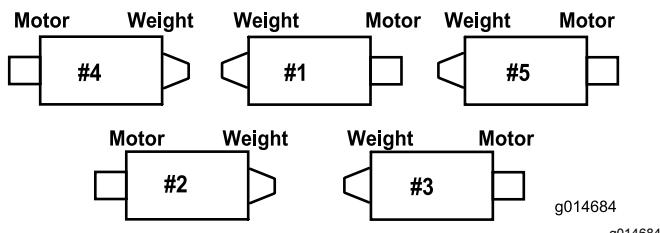
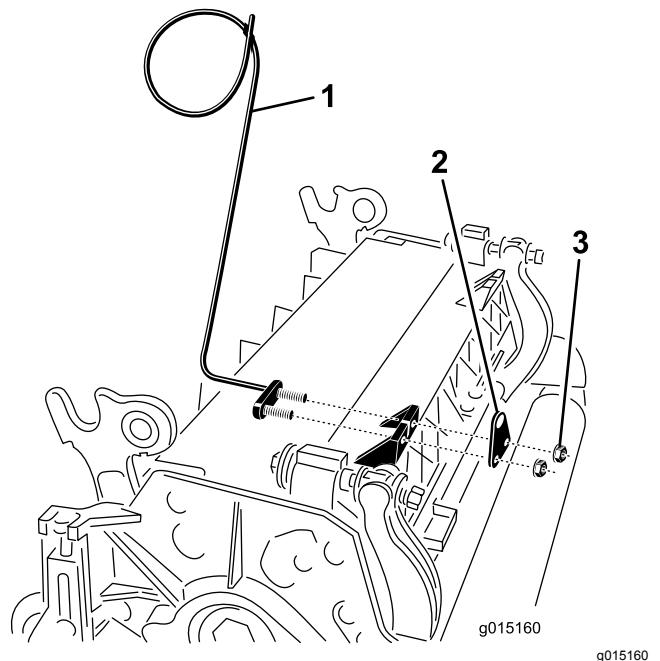
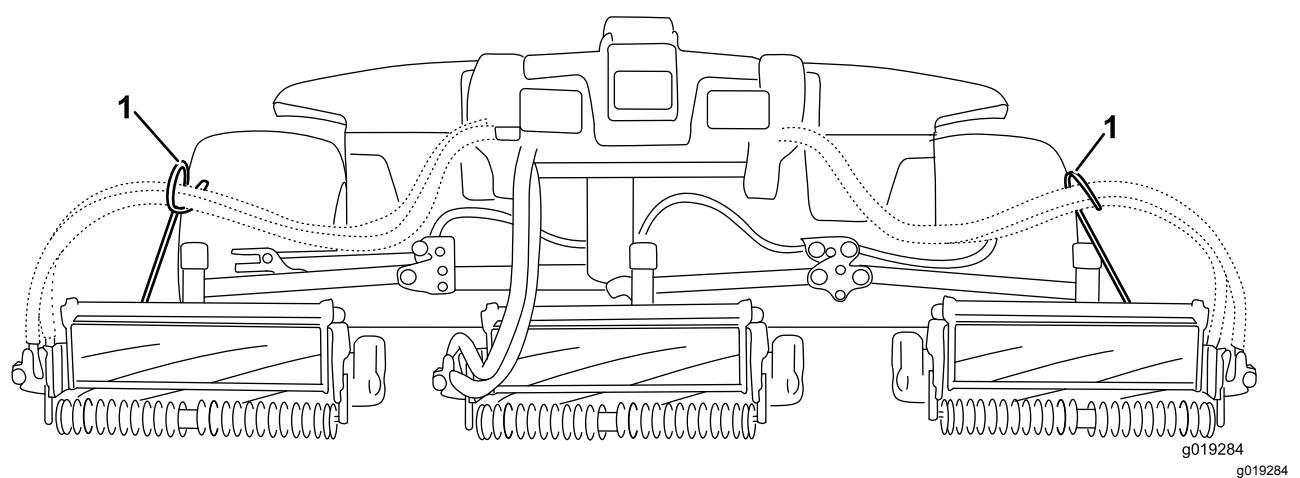

Figure 7
Figure 8
Figure 9
**Important:** Sur le plateau n° 4 (avant gauche) ou n° 5 (avant droit) (Figure 7), utilisez les écrous de fixation du support de tige pour monter les guides de flexible devant les pattes du plateau de coupe (Figure 8). Les guides de flexible doivent être inclinés vers le plateau de coupe central (Figure 8 et Figure 9).